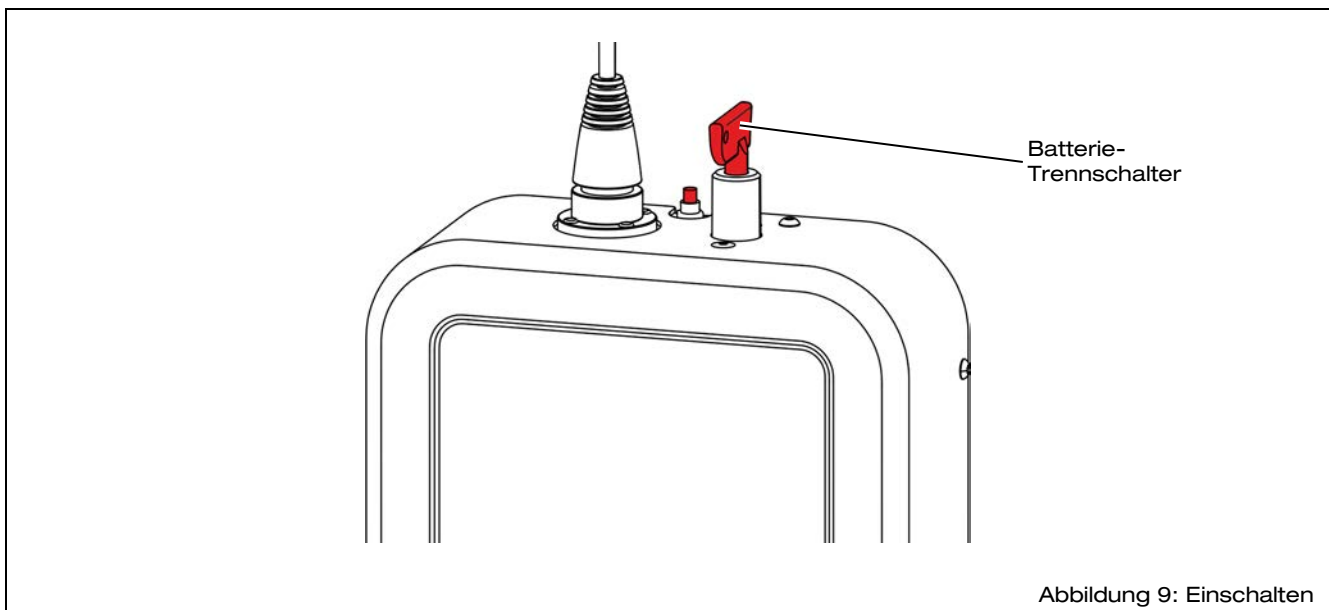

Abbildung 9: Einschalten
⇒ Schalten Sie den Linearlift mit dem Batterie-Trennschalter (5) aus (siehe Abbildung 9).
- ⇒ Stecken Sie den Schlüssel in den Batterie-Trennschalter (5) ein (siehe Abbildung 9).
- ⇒ Schalten Sie den Linearlift mit dem Batterie-Trennschalter (5) ein.
- ⇒ Schalten Sie den Linearlift mit dem Batterie-Trennschalter aus (siehe Abbildung 9, Seite 24).
- ⇒ Schalten Sie den Linearlift ein (siehe Abbildung 9, Seite 24).
- ⇒ Schalten Sie den Linearlift mit dem Batterie-Trennschalter (5) aus (siehe Abbildung 9, Seite 24).